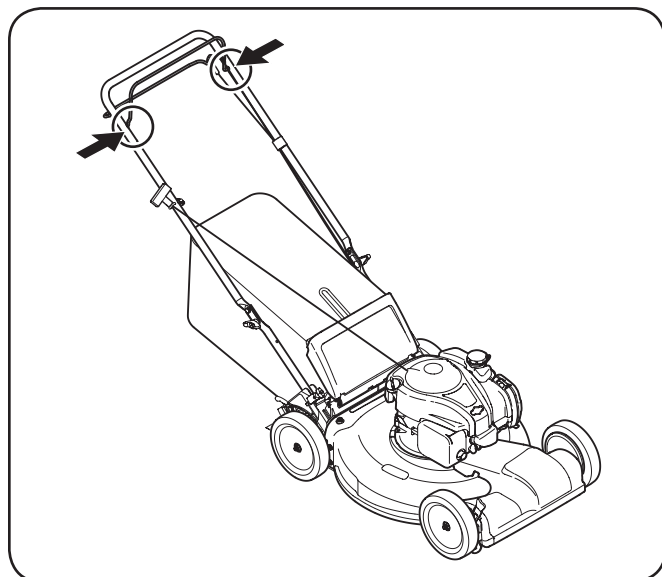

Figura 6-1
1. Lubrique con aceite ligero los puntos de pivote del control de la cuchilla y la transmisión al menos una vez cada estación. Estos controles debe funcionar libremente en ambas direcciones, Figura 6-1.